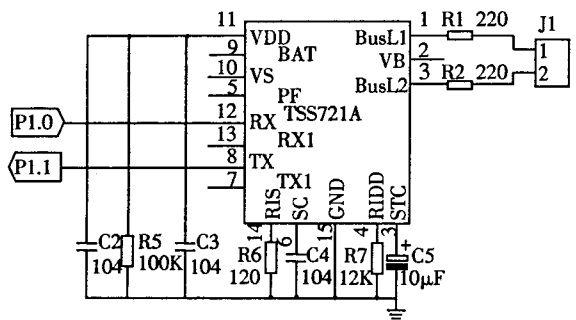

图2 TSS721A 硬件电路
TSS721A 是 TI 推出的一种用于 M-BUS 从机的专用收发器芯片。其特点:①满足国际 EN1434-3 标准;②具有动态电平识别的接收逻辑;③无极性连接;④支持远程供电,从机可由总线或后备电池供电;⑤支持 UART 协议;半双工下波特率可达 9600b/s;⑥可提供 3.3v 稳压源。如图 2 所示。